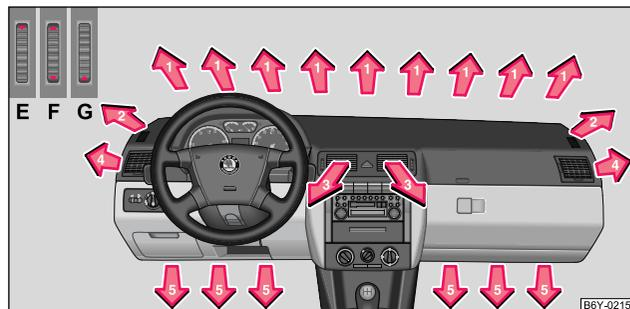

Abb. 79 Luftaustrittsdüsen
- Luftaustrittsdüsen 4 → Seite 90, Abb. 79 öffnen und zur Seitenscheibe richten.
- Luftaustrittsdüsen 3 und 4 ⇒ Abb. 79 öffnen
- **Luftaustrittsdüse voll geöffnet** - senkrecht Rändelrad in Position F ⇒ Seite 90, Abb. 79